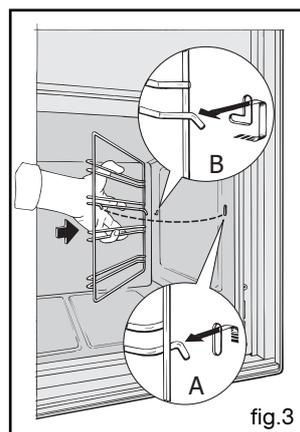
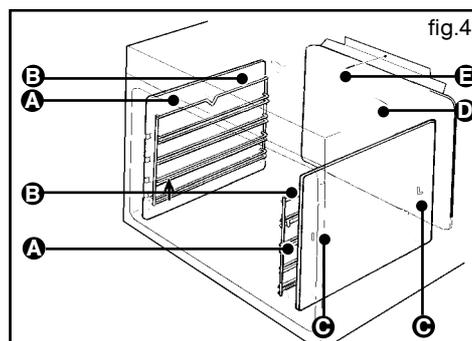

fig.3
fig.4
• Plat sortant sur système coulissant fig.4
- Dévissez les 2 vis maintenant chacune des parois latérales (**Fig.2**). Retirez les parois en les faisant pivoter autour des pattes de maintien situées à l'avant de la cavité (**Fig.3**).
Décrochez le gradin fil (B Fig.4) à l'avant en le soulevant (schéma A Fig.3). Tirez vers soi l'ensemble du gradin, le soulever afin de décrocher l'attache de fixation arrière (schéma B Fig.3). Le sortir des 2 trous (C Fig.4) de la paroi catalytique et du moufle du four. Retirez ensuite la paroi catalytique (A Fig.4). Remplacez les nouveaux éléments (parois et/ou gradins) en effectuant les opérations inverses.
Dévissez complètement la vis (E Fig.4) située en haut de la paroi du fond (D Fig.4). Inclinez la paroi vers l'avant afin de la retirer du moufle. Remplacez la nouvelle paroi en effectuant les opérations inverses.